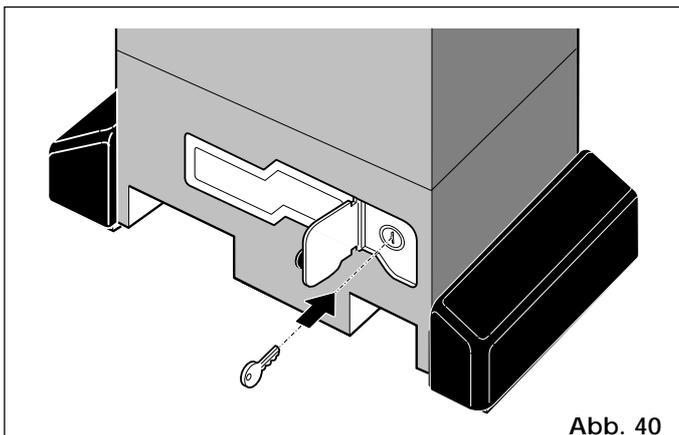

Abb. 40
- 1) Die Schutzklappe öffnen und den mitgelieferten Schlüssel in das Schloß einstecken (Abb.40).